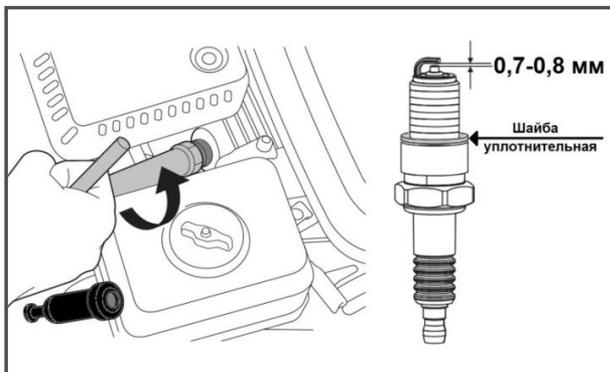

Рис. 16
1. Снимите со свечи зажигания колпачок высоковольтного провода и удалите грязь вокруг свечи зажигания (Рис. 16).
4. Измерьте зазор между электродами свечи зажигания специальным щупом. Зазор должен быть 0,7-0,8 мм (Рис. 16). При увеличении, или уменьшении требуемого зазора, рекомендуется заменить свечу, так как регулировка зазора может привести к изменению качества искрообразования.